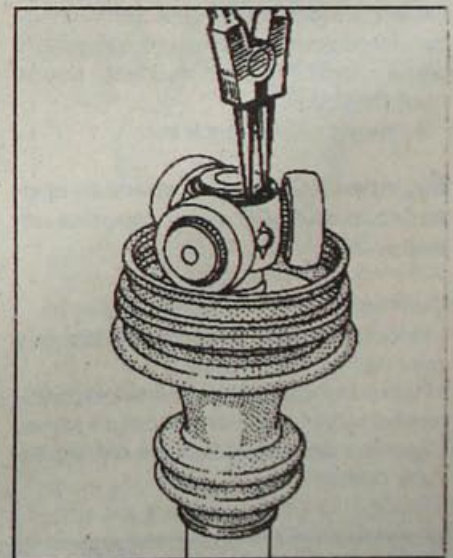

Рис. 8.17. Снятие стопорного кольца крепления трехосной опоры роликов триподного ШРУСа
- Специальными пассатижами снимите стопорное кольцо крепления трехосной опоры роликов трипоидного ШРУСа (рис. 8.17).